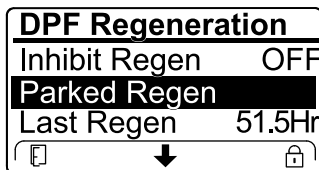

Bild 76
- Wenn der Motorcomputer eine Wiederherstellung-Regenerierung anfordert oder eine Wiederherstellung-Regenerierung ausführt und Sie auf die Option PARKED REGEN navigieren, ist die geparkte Regenerierung gesperrt und das Schloss-Symbol (Bild 76) wird unten rechts im InfoCenter angezeigt.